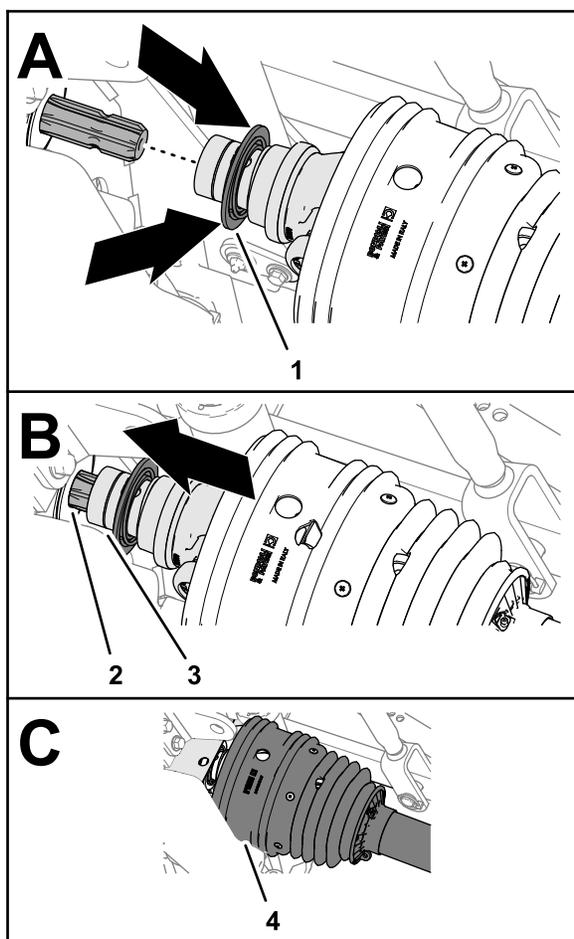

図 25
2. クイックコネクカップリングのカラーをスライドさせる 図 25。
3. ロックカラーを引いたまま、PTO 駆動シャフトのヨークを前側に引いてカップリングソケットを、PTO 出力シャフトのスプラインにはめ込む 図 25。
5. 駆動シャフトのヨークにシールドがはまっていることを確認する 図 25。